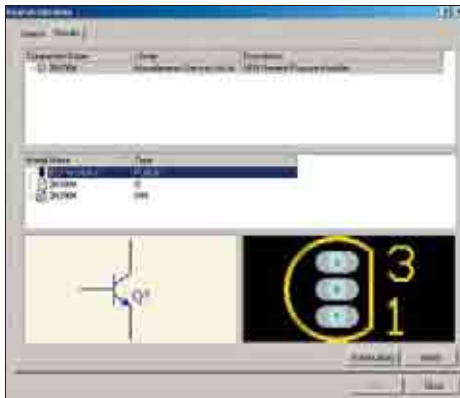

Рис. 8. Результат поиска библиотеки, содержащей транзистор 2N3904
6. С помощью мыши выберем найденную библиотеку Miscellaneous Device.IntLib, которая содержит транзистор 2N3904. Библиотечное описание транзистора состоит из символа для редактора принципиальных схем, топологического посадочного места для редактора плат, Spice-модели для моделирования и модели для анализа целостности сигналов (рис. 8).